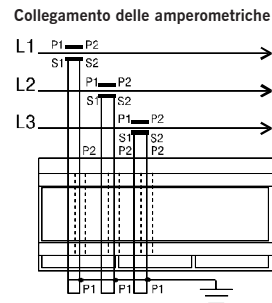
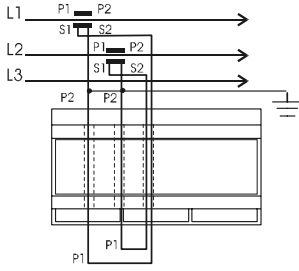
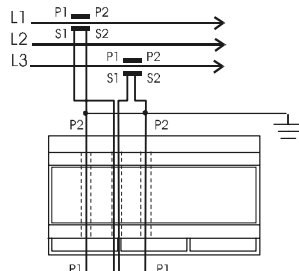

Fig. 6
Fig. 7-1
Fig. 7-2
Lo schema di Fig. 6 indica come effettuare il collegamento delle amperometriche con 3 TA. Gli schemi di Fig. 7-1 e Fig. 7-2 indicano come effettuare il collegamento delle amperometriche utilizzando due TA (Fasi L1 e L2 o Fasi L1 e L3).
**ATTENZIONE:** Nel collegamento con 2 TA è indispensabile mantenere il senso della corrente come riportato sugli schemi di Fig. 7-1 e 7-2.